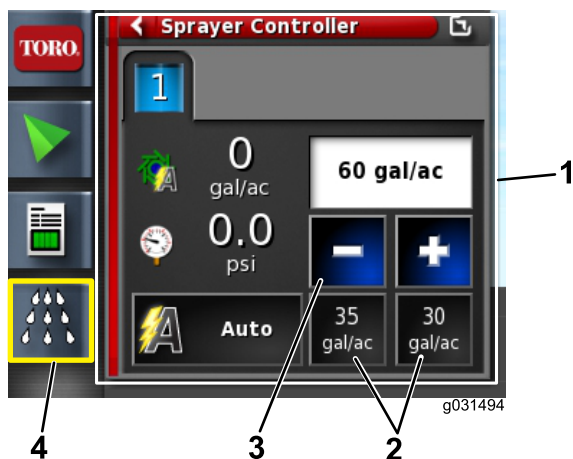

Figura 129
4. Se a taxa não estiver correta, altere-a pressionando os ícones de taxas pré-definidas. Pressione os ícones mais e menos para alterar a taxa por incrementos ou selecione o campo com a taxa atual e introduza a nova (Figura 129 e Figura 130).